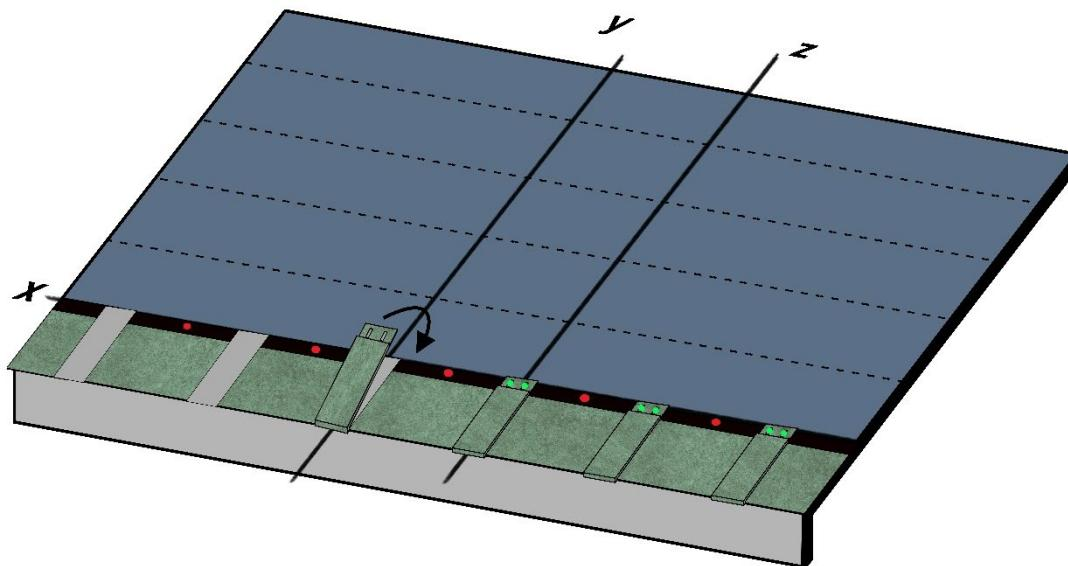

Fig. 9 – Posa del Compact Clip
- Inserire il primo Compact Clip, allineando la tacca centrale con la giunzione tra due tegole consecutive e il secondo Compact Clip in mezzeria alla tegola. Procedere con la chiodatura dei Compact Clips, sfruttando gli appositi fori – chiodi verdi di Fig. 9. In questo modo, si andranno anche ad assicurare le tegole al sottofondo con ulteriori punti di fissaggio.